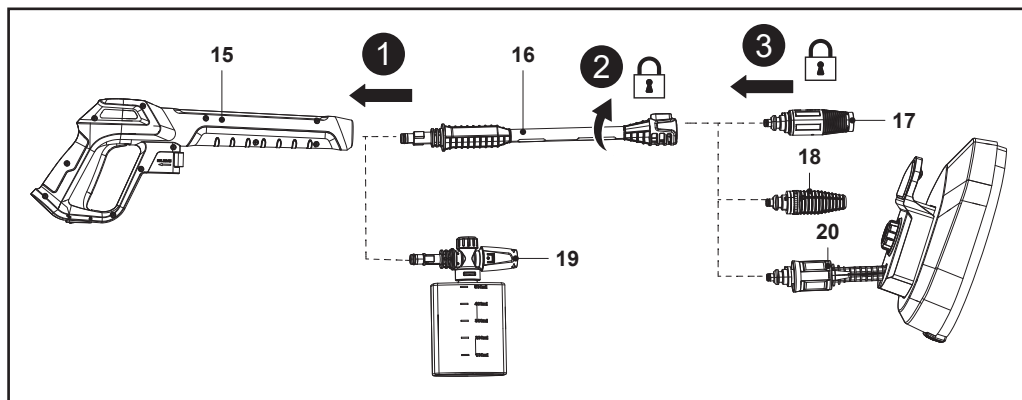

Fig. 3
1. Aligner et insérer la lance télescopique (16) ou la buse pour flacon de détergent (19) dans l'extrémité du pistolet de pulvérisation (15) (Fig. 3, étape 1).
2. Enfoncer et tourner manuellement la lance télescopique (16) ou la buse pour flacon de détergent (19) dans le sens horaire sur le pistolet de pulvérisation (15) jusqu'à ce qu'elle soit bien serrée pour la verrouiller (Fig. 3, étape 2).
3. Aligner les deux robinets de buse sur les fentes de la lance télescopique (16), puis insérer la buse turbo (17), la buse variable (18) ou la brosse de nettoyage pour terrasse (20) jusqu'au bout (Fig. 3, étape 3).